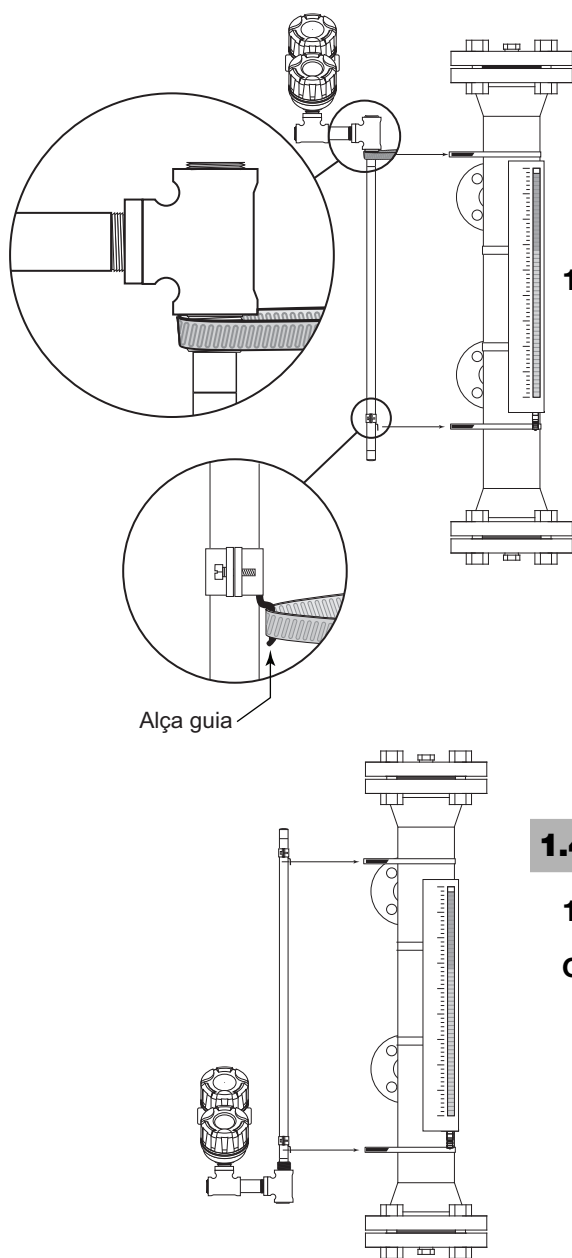

Figura 1
3. Fixe a abraçadeira inferior e aperte-a até que ela permaneça no lugar, mas frouxa o suficiente para que ainda haja espaço para colocar a alça-guia do Jupiter entre a parte interna da abraçadeira e o diâmetro externo da garrafa do indicador de nível magnético. Veja a Figura 1.
5. Monte o pino guia do Jupiter na abraçadeira inferior e aperte. Se necessário, use fita adesiva para mantê-lo temporariamente sobre o indicador de nível magnético. Veja a Figura 1.
6. Posicione a abraçadeira superior para fixar o instrumento ao indicador de nível magnético e aperte. Veja a Figura 1.